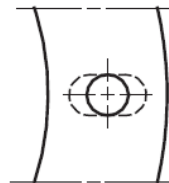

Fig. 4
- ▶ Förstora hålen i flänspackningen om nödvändigt (4) (se fig. 4).
- ▶ Fäst flänsen (1) i brännarluckan (3), med hjälp av skruvarna (5) och (om nödvändigt) muttrarna (2).